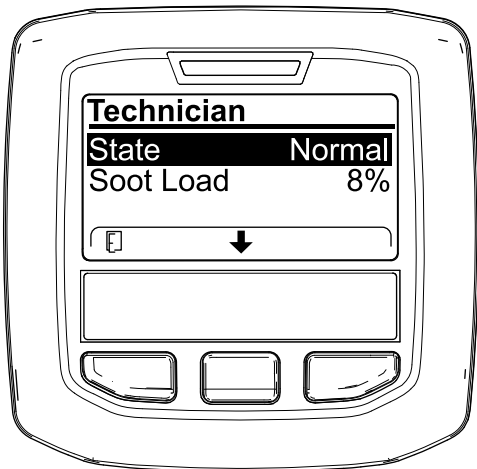

Figura 45
- Servitevi della tabella dell'operatività FAP per comprendere lo stato corrente dell'operatività del FAP (DPF) (Figura 45).